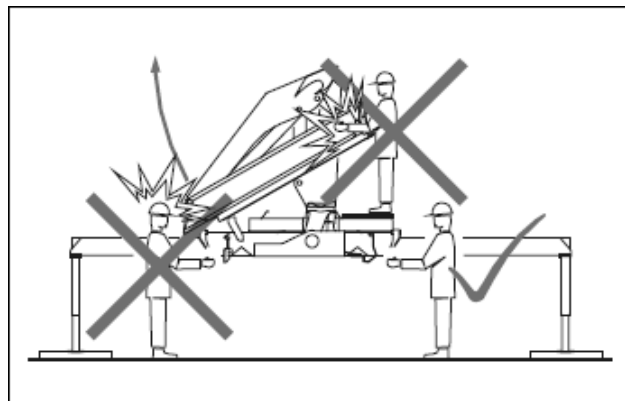

Figura 13. Puesto de mando elevado
- Poner el brazo de carga en la posición de trabajo desde el puesto de mando situado en el suelo en el lado opuesto al apoyo del brazo. Existe grave riesgo de accidente por bajada o giro del brazo principal. Observar la figura 13.